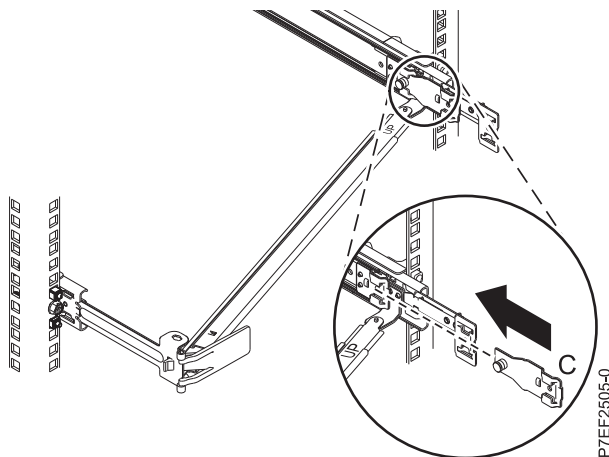

Abbildung 13. Halterung in der Schiene installieren
6. Bringen Sie den Kabelträgerhaltewinkel (**B**) an der Aussparung an der Innenseite der linken Schiene an, indem Sie den Haltewinkel (**B**) in die Schiene schieben, bis der gefederte Stift einrastet. Einzelheiten finden Sie unter Abb. 13 auf Seite 11.